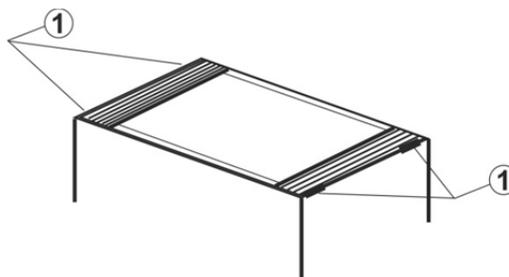

Fig. 5: Substituição das baterias internas
2. Retirar as tampas situadas na parte inferior do instrumento, usando uma chave de parafusos nas posições (1) e desapertar os 4 parafusos de fixação (ver a Fig. 5)